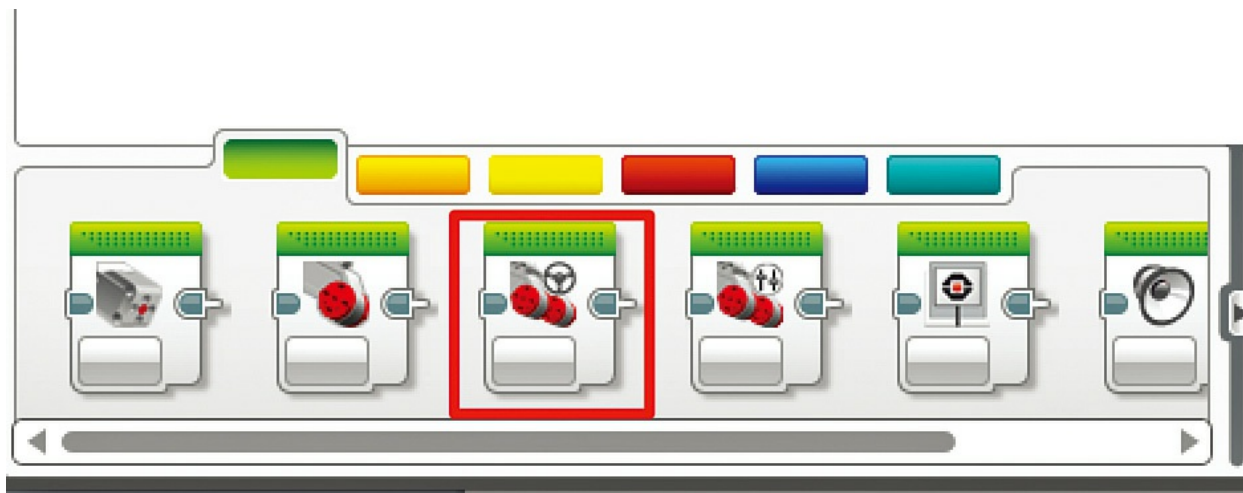

图7.22 用小方向盘分辨移动转向模块
- 第三个是移动转向模块（如图7.22所示），它是你的项目所需要的正确模块。